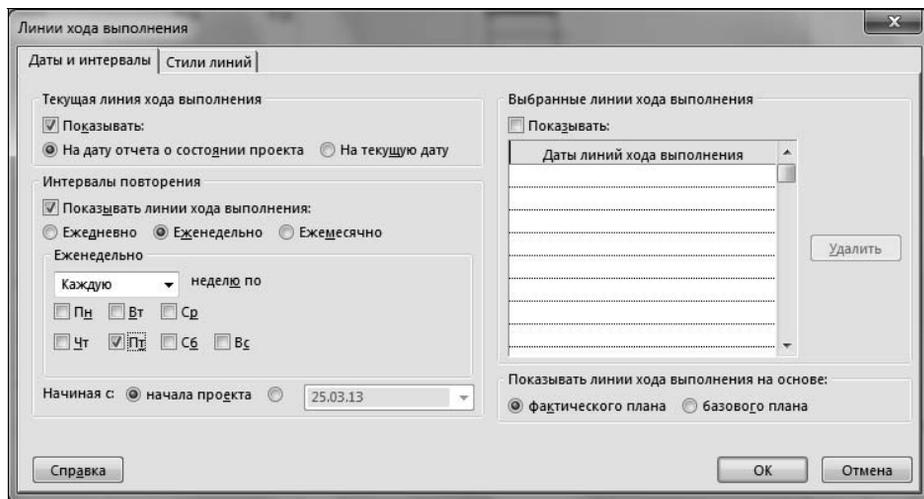

Рис. 8.1.3. Диалоговое окно управления выводом линий хода выполнения задач с интервалами, определяемыми в неделях
- Выбрать переключатель **Еженедельно**. В диалоговом окне автоматически сформируется область, заголовок которой соответствует выбранному переключателю. Фрагмент соответствующего диалогового окна показан на рис. 8.1.3.
- В приведенном на рис. 8.1.3 окне в группе **Показывать линии хода выполнения на основе** выбрать переключатель **фактического плана** или **базового плана** по аналогии с п. 5 алгоритма 8.1.1.